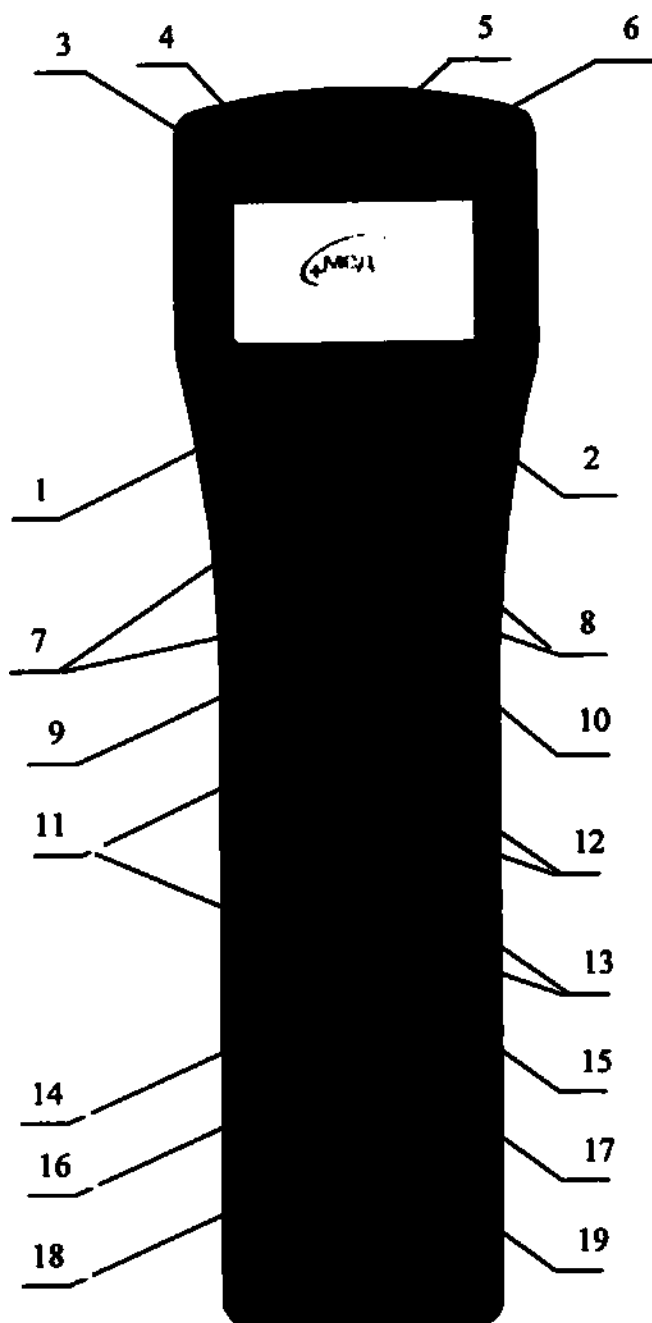

Рисунок 5. Пульт управления проводной
10.1.1 Для включения пульта нажмите и удерживайте 3 сек кнопку 1 (Рисунок 5). На экране отображается логотип «МЕДИН», индикатор зарядки аккумуляторной батареи 3, индикатор положения пациента 5 и индикатор проводной связи пульта с системой управления 6.